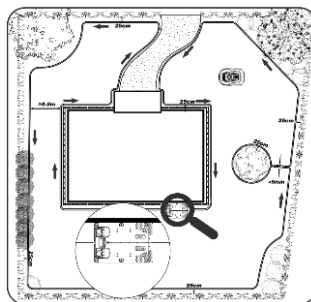

Figura 1
- Não faça cantos perpendiculares (90°). Os cantos devem ter no mínimo 100° (figura 1 – pág. 57);
Coloque a estação de carregamento como indicado no esboço (figura 1) e insira o primeiro espigão. Tenha atenção em reservar 0.5m de fio, para usar na instalação final da estação de carregamento.